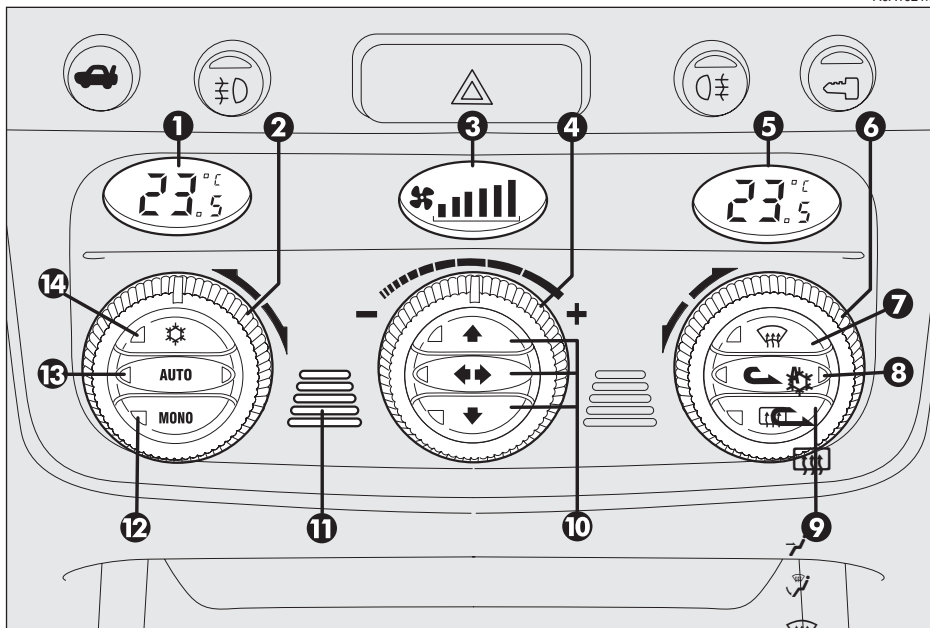

fig. 106
**MANDOS (fig. 106)**
## CÓMO UTILIZAR EL CLIMATIZADOR AUTOMÁTICO BI-ZONA (fig. 106)